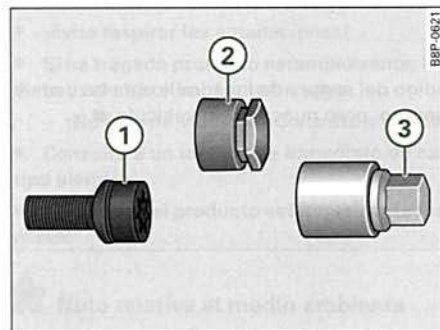

Fig. 238 Tornillo antirrobo de la rueda con caperuza y adaptador
- Extraiga la caperuza* ⇒ fig. 238 ② con la pinza de plástico que va con las herramientas.
- Introduzca el adaptador ③ hasta el tope en el tornillo antirrobo de la rueda ①.
- Introduzca la llave de rueda hasta el tope en el adaptador ③.